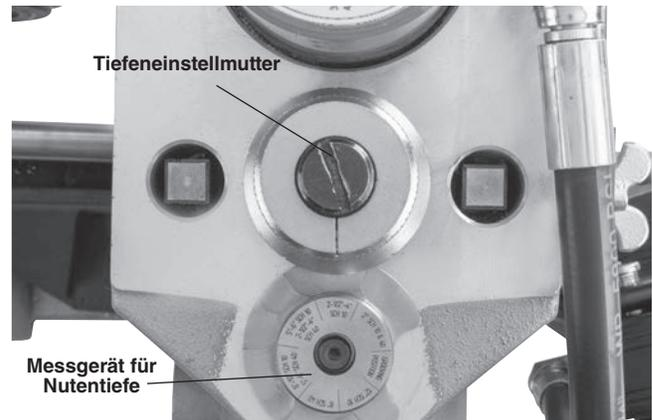

Abbildung 14A – Korrekte Stufe des Messgeräts unter den Einstellkopf legen
- Stellen Sie das Messgerät für Nutentiefe so ein, dass sich die richtige Stufe des Messgeräts unter dem Kopf der Einstellschraube befindet (*Abbildung 14A*). Das Messgerät für Nutentiefe ist für die Verwendung mit Rohren bestimmt. *Siehe „Einstellen des Nutdurchmessers für Kupferrohre“* für die Verwendung mit Kupferrohren.